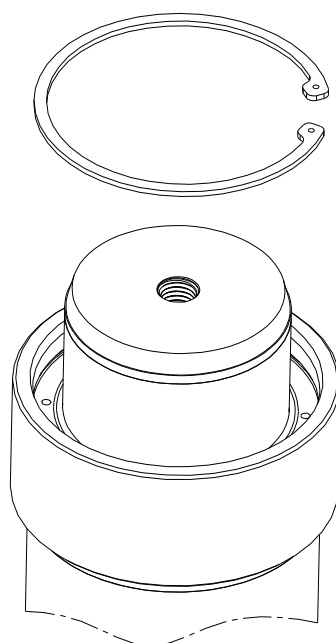

РИСУНОК 2
- Затем очень осторожно снимите стопорное кольцо с помощью инструмента (см. рисунок 2).